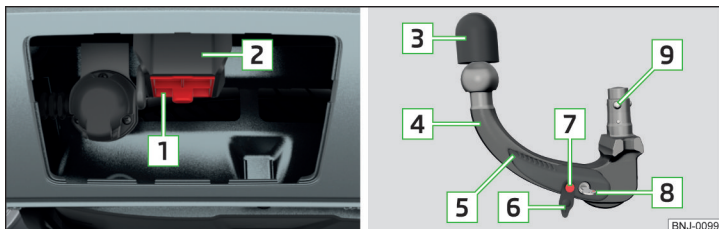

Fig. 242 Suportul dispozitivului de tractare/tija cuplei
**Suportul dispozitivului de tractare și tija suplei sferice » fig. 242**